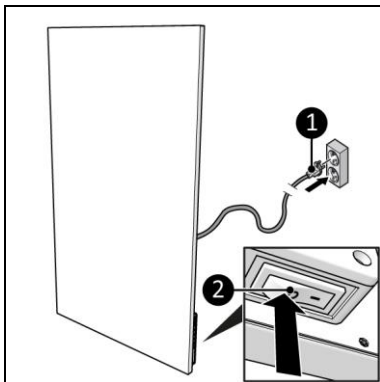

Figure 16
2. Assurez-vous que le commutateur ON/OFF est en position OFF (figure 16, pos. 2).
3. Insérez la fiche d'alimentation (figure 16, pos. 1) dans une prise murale reliée à la terre et facilement accessible. Utilisez une prise murale avec mise à la terre d'une puissance minimale de 1000 watts.